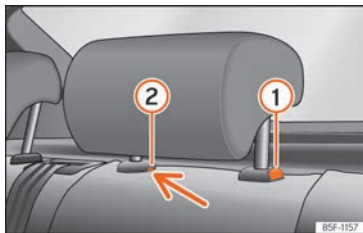

Abb. 78 Kopfstütze hinten: Ausbau.
- Drücken Sie die Taste » » (Abb. 78) ① sowie gleichzeitig mit einem Schlitzschraubendreher (Breite max. 5 mm) in die Öffnung der Verriegelung ② und ziehen Sie die Kopfstütze heraus.